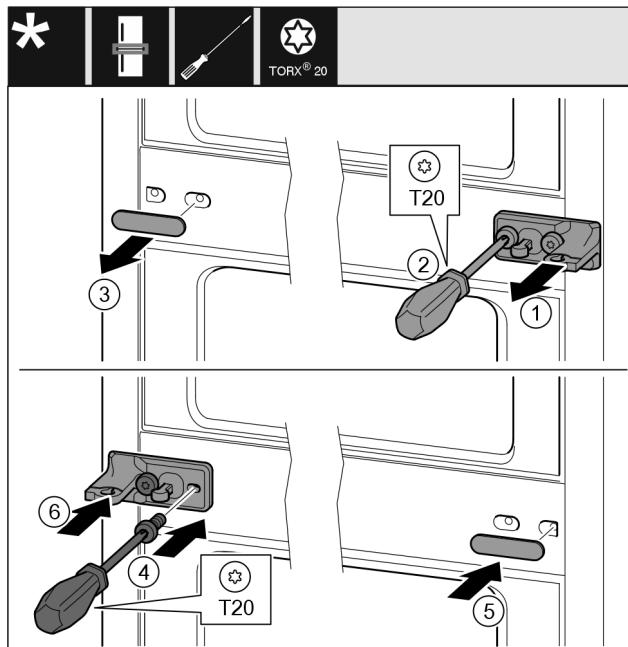

Fig. 35
- Scheibe Fig. 35 (1) abziehen.
- Schrauben Fig. 35 (2) mit Schraubendreher herausdrehen.
- Abdeckung Fig. 35 (3) vorsichtig abziehen.
- Lagerbock mit Folie Fig. 35 (4) um 180° gedreht auf der anderen Seite fest anschrauben.
- Abdeckung Fig. 35 (5) um 180° gedreht auf der anderen Seite anbringen.
- Scheibe Fig. 35 (6) von vorn aufschieben.